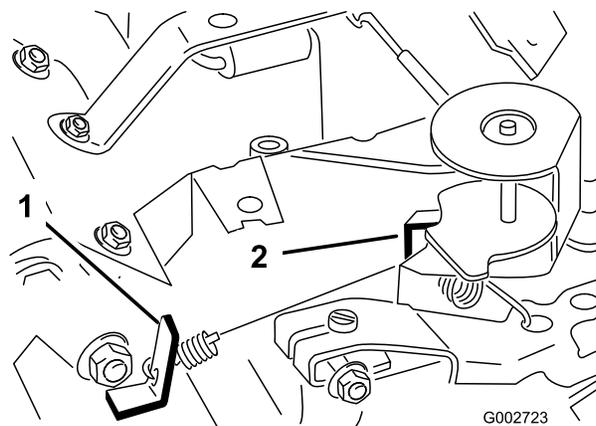

Figura 39
- Dobre o batente da mola de velocidade intermédia (Figura 39) até obter uma velocidade de  $1.675 \pm 1.175$  rpm.
6. Dobre o batente da mola de velocidade elevada (Figura 39) até obter uma velocidade de  $3.350 \pm 3.450$  rpm.